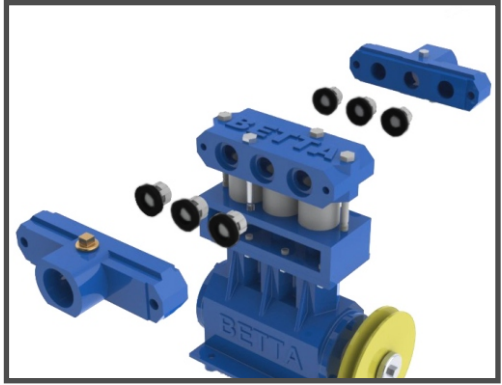

Fig. 24
- 3 - Afastar os respectivos cabeçotes de forma a permitir a retirada das válvulas. (Fig. 24)